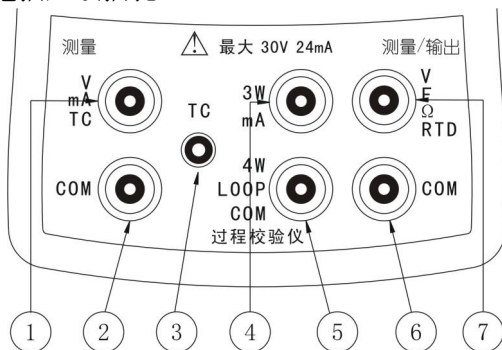

图 2 输出和测量插孔
测试表笔的插孔见图 2，具体功能说明见表 2。
使用校验仪测量或输出信号时，相应功能的插孔会闪光提示操作。如使用输出/测量端进行电压测量时，图 2 中的插孔⑥、⑦会闪光，此时便可将测试表笔插入该插孔。